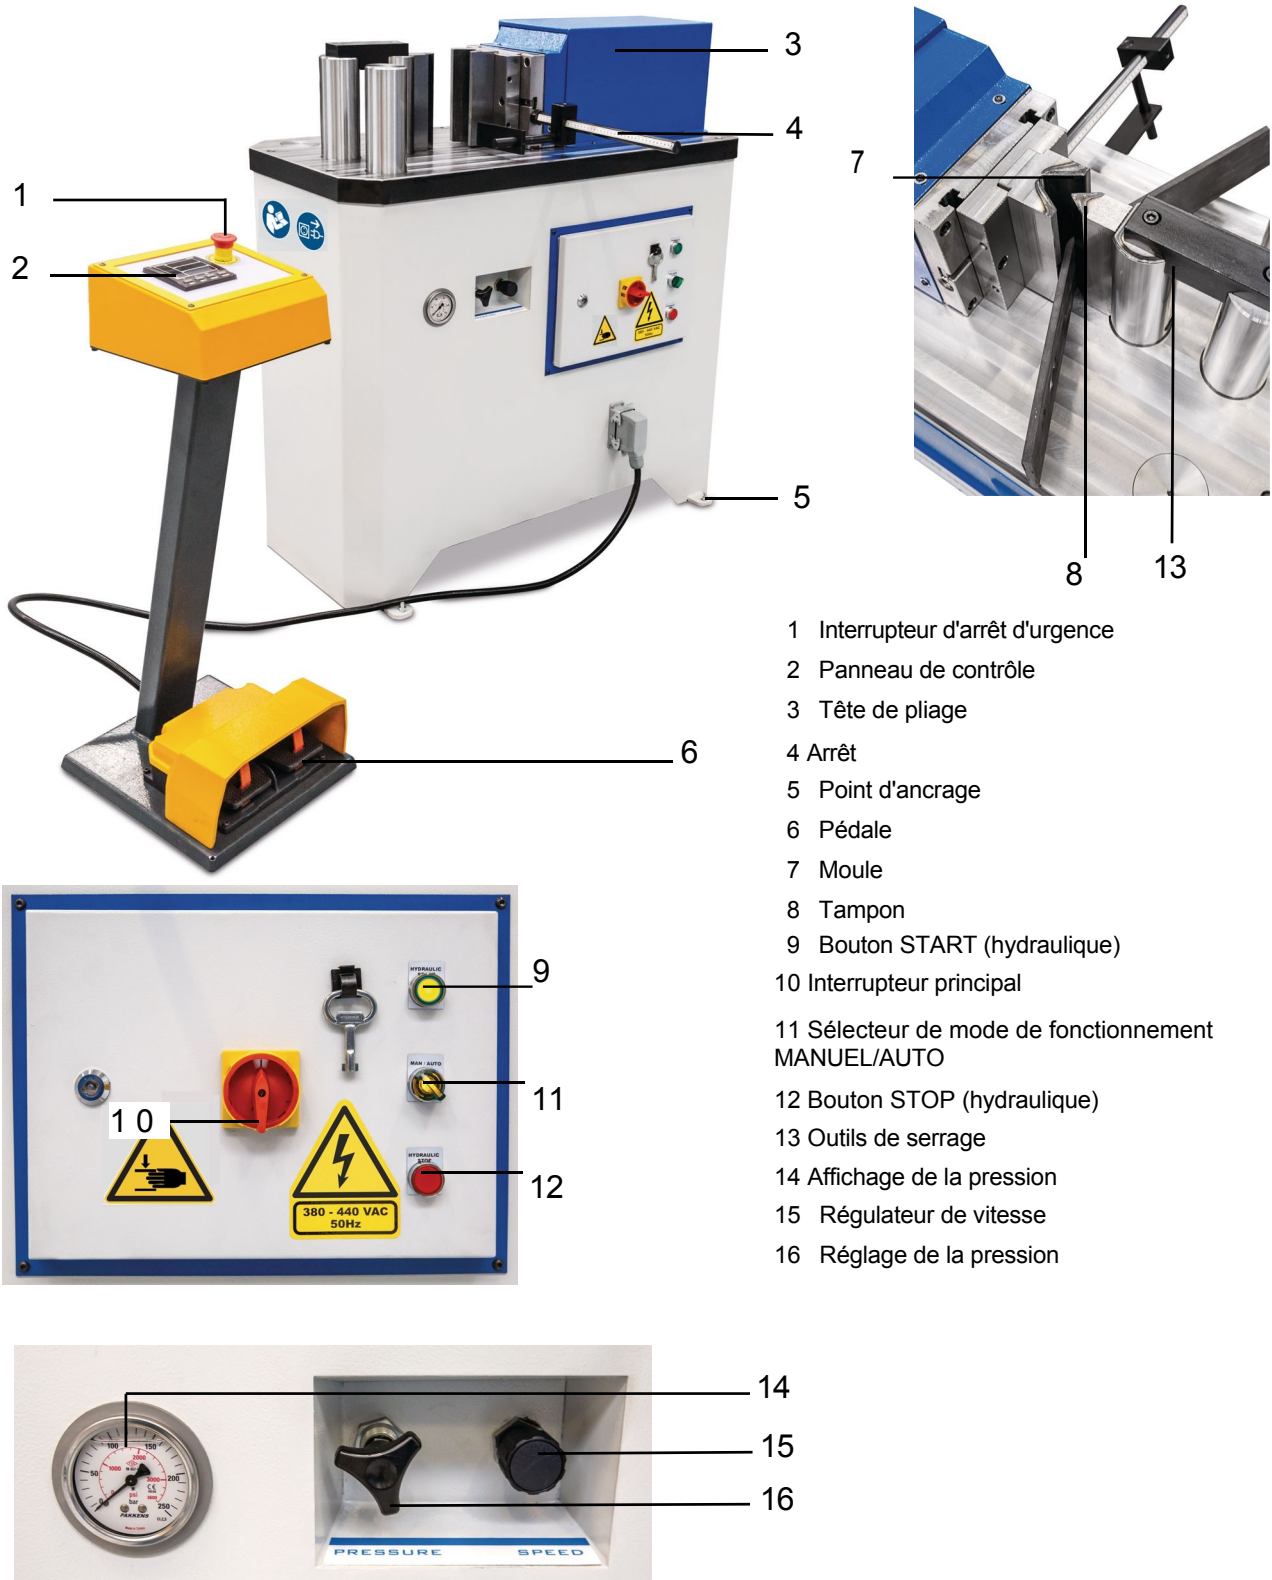

Fig. 5 : Vue de la presse à plier
Étape 3 : Tournez l'interrupteur principal (fig. 5 : point 10) de la position "0" à "1" et appuyez sur le bouton START (hydraulique).
Étape 4 : Placez le sélecteur de mode de fonctionnement sur "MAN" (fig. 5 : point 11).